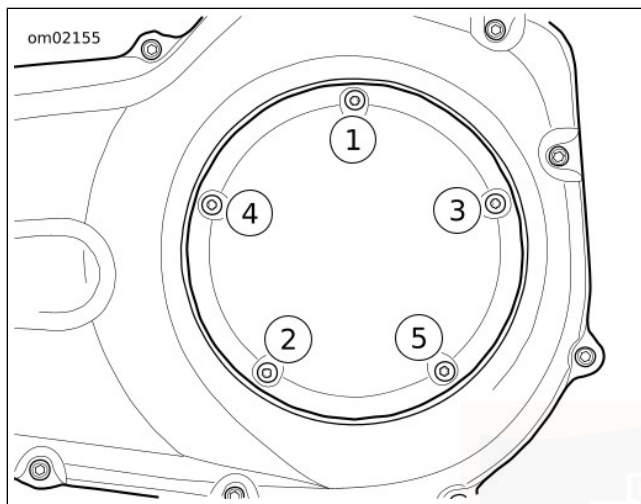

Figura 69. Sequenza di serraggio del coperchio della frizione
- c. Fissare il coperchio (2) di accesso alla frizione con viti e rondelle prigioniere (3).
- d. Vedere Figura 69. Serrare, nella sequenza mostrata, a 9,5–12,2 N·m (84–108 **in-lbs**).